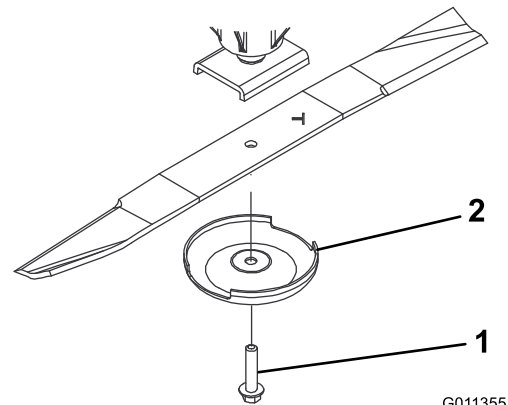

Bild 90
3. Entfernen Sie die Messerschraube, die Antiskalpierkuppe und das Messer von der Spindelwelle (**Bild 90**).